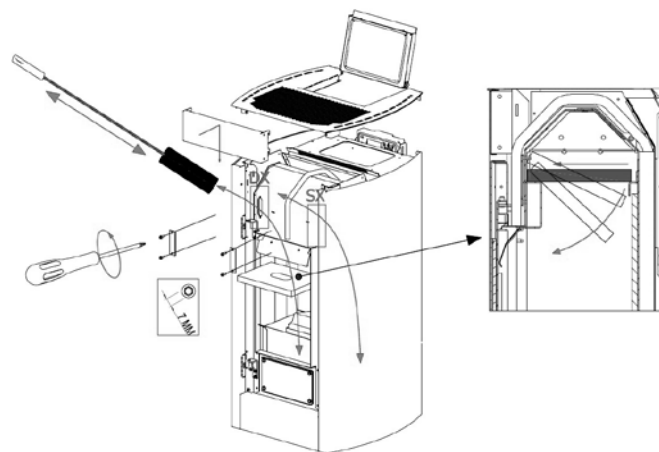

Fig. 39 - Reinigung
- Die obere Klappe abziehen (siehe **Fig. 39**), eventuell vorhandene Asche absaugen und die Innenwände der Verbrennungskammer säubern.